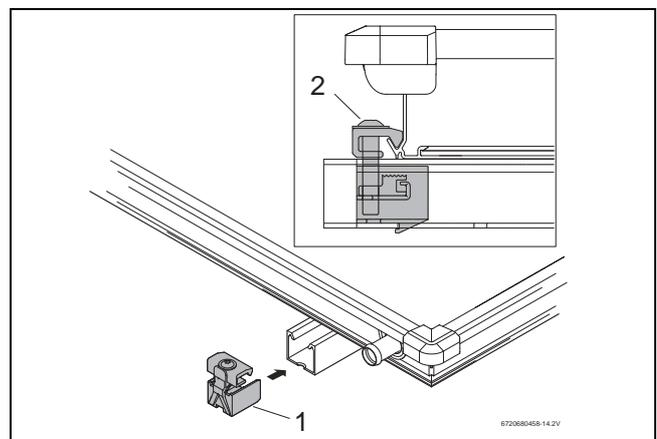

Fig. 70 Fixador de colector unilateral esquerdo
- ▶ Inserir o fixador de colector simples (Fig. 70, [1]) nas extremidades do perfil.
- ▶ Deslocar o fixador de colector até à armação do colector e aparafusar com a chave SW5. O grampo de fixação (Fig. 70, [2]) do fixador de colector segura agora o canto inferior do colector.